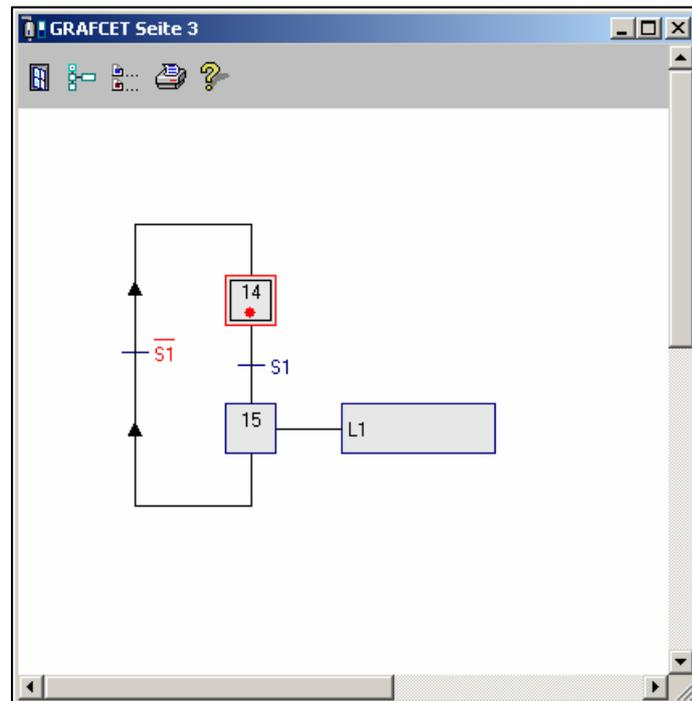

Abb.13 Aktivierter Grafcet-Plan in der Grafcet-Ansicht
Der Plan aus Abbildung 13 steht im Initialisierungsschritt (14) und wartet bei der Transitionsbedingung, dass das Signal $S1$ auf 1 (High) geht.